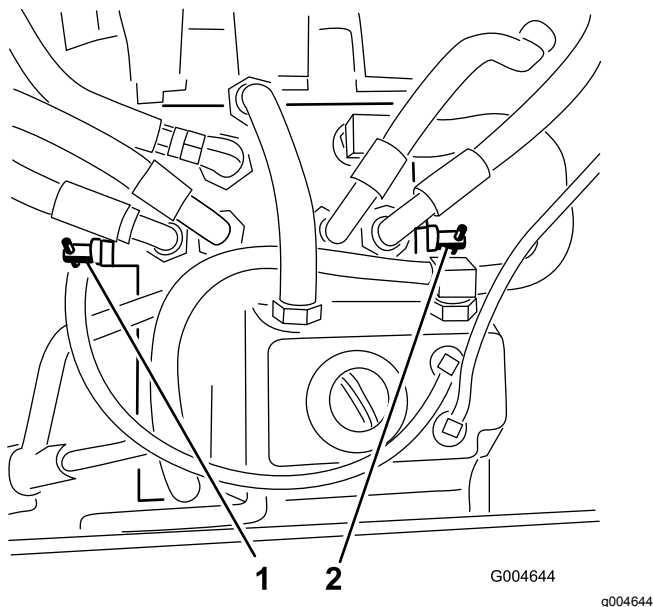

Figura 26
2. Localize as válvulas de derivação (Figura 26) e rode cada válvula no sentido contrário aos ponteiros do relógio uma volta.
4. Feche as válvulas rodando cada uma uma volta no sentido dos ponteiros do relógio (Figura 26).